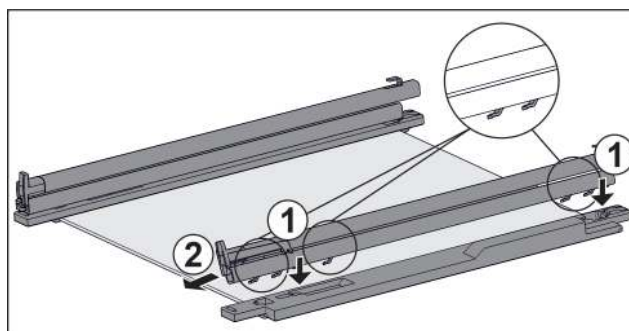

Fig. 38 Стекла́нная пластина с направляющими и крепежными элементами
- ▶ Поместите крючки направляющей в отверстия **левого** крепежного элемента. Fig. 38 (1)
- ▶ Потяните направляющую вперед. Fig. 38 (2)
- ▶ Поместите крючки направляющей в отверстия **правого** крепежного элемента. Fig. 38 (1)